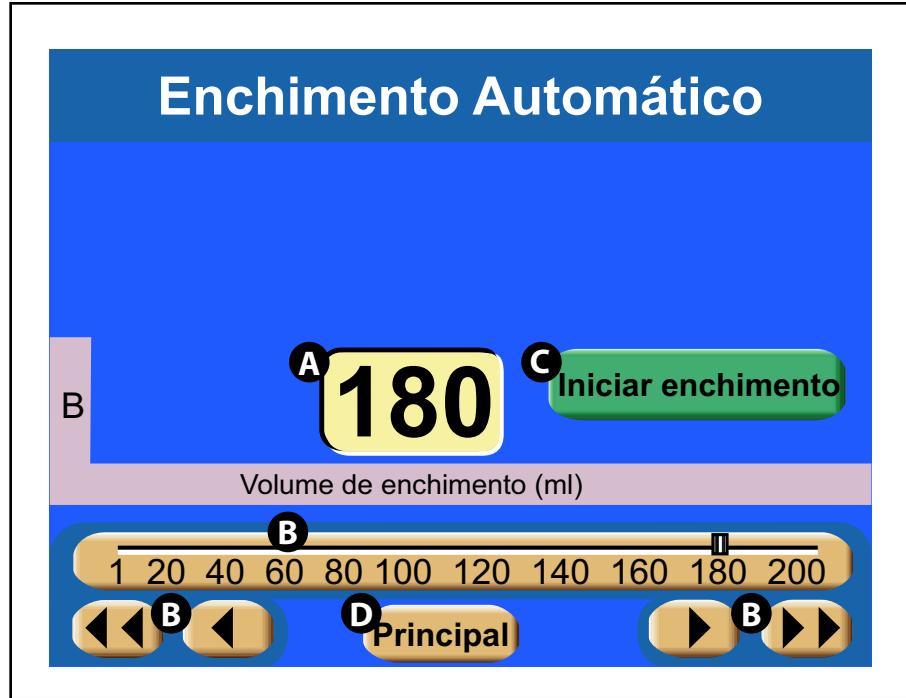
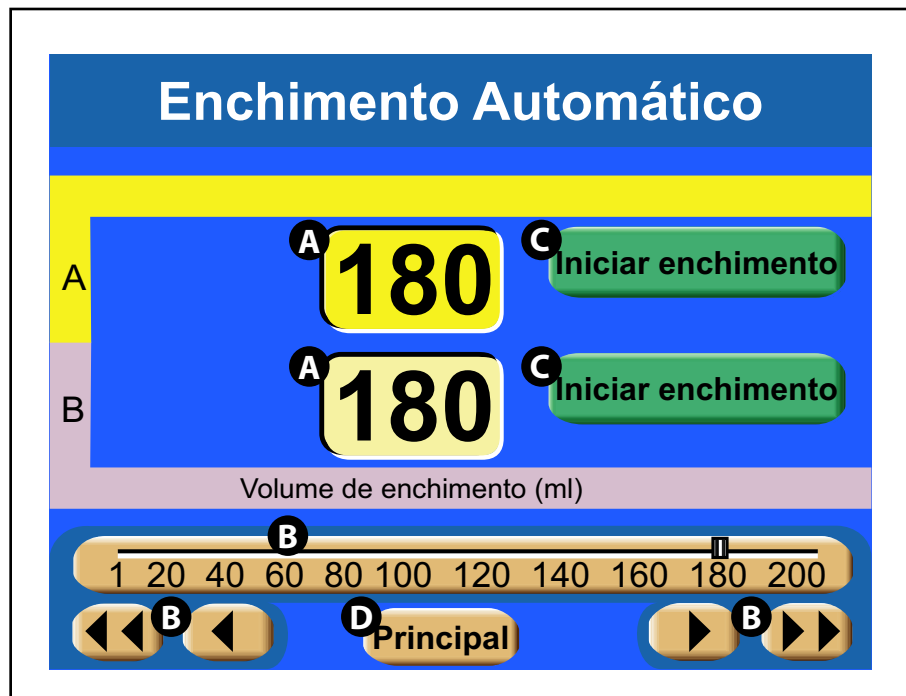

Figura 5-3-1 Tela Auto-Fill (Enchimento automático) da cabeça motorizada: lado B
Figura 5-3-2 Tela Auto-Fill (Enchimento automático) - Enchimento simultâneo dos lados A e B
2. Gire a cabeça motorizada até a posição vertical. Exibe-se a tela mostrada na Figura 5-3-1. **OBSERVAÇÃO:** Se uma seringa de 200 mL for instalada em ambos os lados A e B, a sequência de enchimento automático poderá ser executada em ambos os lados. Veja a Figura 5-3-2.
3. Ajuste o volume de enchimento desejado (mL) pressionando a tecla [Volume de enchimento] **A** para os lados A e B (o lado B é mostrado na Figura 5-3-1; ambos os lados A e B são mostrados na Figura 5-3-2) e, em seguida, altere o valor através da tecla da barra deslizante **B**.
Ao carregar uma seringa de 200 mL, a tela mostrada na Figura 5-3-1 é exibida (se o recurso Enchimento automático estiver ligado na tela Configuração) para permitir o enchimento automático da seringa. O recurso Auto-Fill (Enchimento automático) foi criado para encher automaticamente a seringa e minimizar a introdução de ar. Porém, para encher a seringa manualmente:
1. Desative o recurso Auto-Fill (Enchimento automático) pressionando a tecla [Main] (Principal) (D) na Figura 5-3-1 e 5-3-2) para exibir a tela Principal.
1. Desative o recurso Enchimento automático pressionando a tecla [Principal] (D na Figura 5-3-1) para exibir a tela Principal.